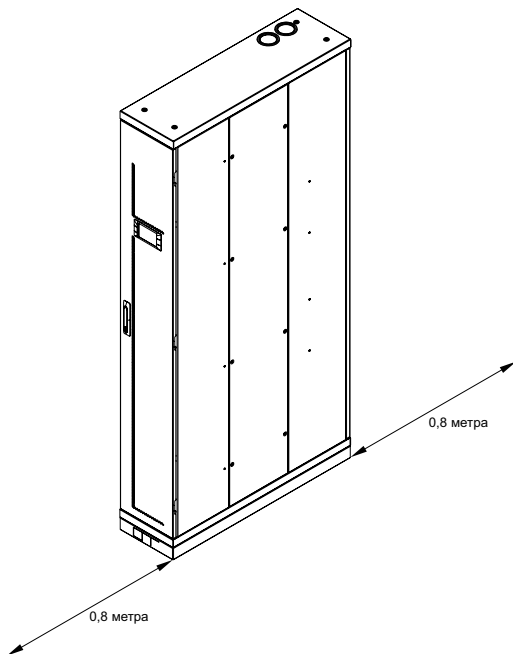

Рисунок 4 – Пример размещения кондиционера
4.2.1 Размещение должно осуществляться в зависимости от конструкции кондиционера, с безусловным соблюдением проектных и конструктивных особенностей используемого типа промышленного кондиционера. При установке следует предусмотреть необходимое пространство, необходимое для планового и экстренного техобслуживания. Доступ к внутренним компонентам осуществляется с лицевой и тыльной сторон кондиционера должен быть всегда свободным. Ширина прохода с лицевой и тыльной сторон кондиционера должны быть не менее 0,8 м (рисунок 4).